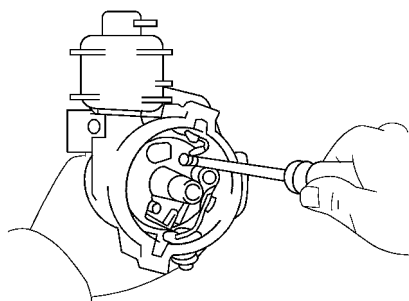

图 5-18 拆下断路器触点
(2) 拆下断路器触点。旋松端子螺母, 旋下两个螺钉, 拆下断路器触点, 如图 5-18 所示。